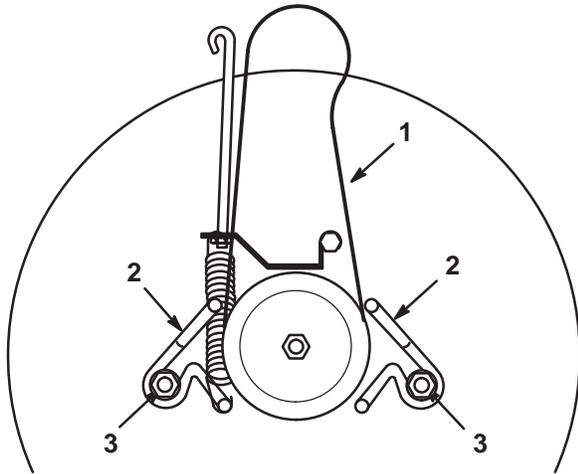

Bild 41
2. Lockern Sie die Befestigungsschrauben an der Riemenführung und bewegen diese von der Scheibe weg (Bild 41).
1. Bringen Sie den neuen Messertreibriemen an der Schnittmesser-Scheibe und in beiden Riemenführungen an (Fig. 41).
2. Stellen Sie die Riemenführungen so ein, dass sie sich 3 mm von der Scheibe befinden. Ziehen Sie die Befestigungsschrauben fest (Bild 41).